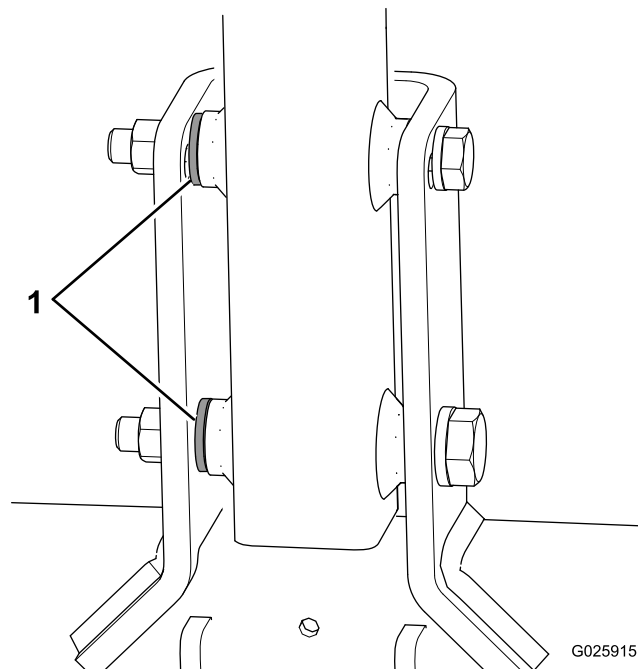

図 5
- マシンに3枚目のワッシャと付属のボルトがついている場合には、これをスペーサとして、ヒッチピボットブラケットの内側とヒッチとの間に入れる 図5。